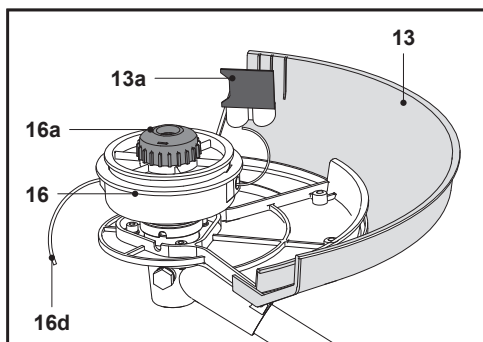

Fig. 25
1. Lovește ușor butonul pentru eliberarea firului de tăiere (16a) de un sol solid, iar capul de tăiere (16) va elibera firele de tăiere (16d).
2. Excesul de fir va fi tăiat de cuțit (13a) (Fig. 25).